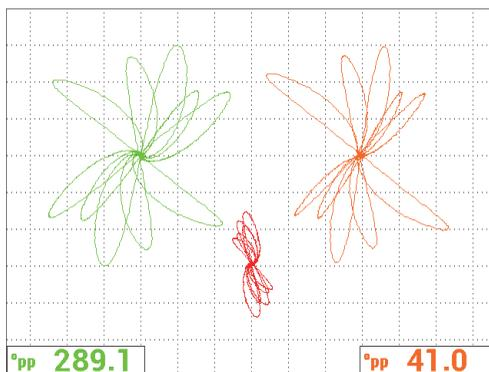

Рис. 5-148 Сканирование плоскодонных отверстий
2. Нажмите клавишу FULL NEXT (→) для активации полноэкранного режима; просканируйте пять плоскодонных отверстий. Сигнал должен быть аналогичен представленному примеру на Рис. 5-148 на стр. 245. Список всех параметров представлен на Рис. 5-149 на стр. 245.